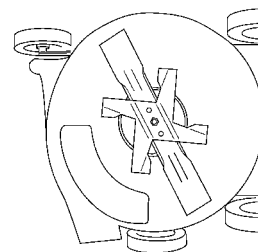

Figure 15
3. Basculer la tondeuse sur le côté droit (Fig. 15).
2. Basculer la tondeuse sur le côté droit (Fig. 15).